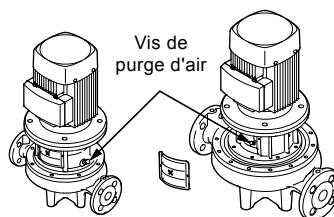

Fig. 15 Position de la vis de purge d'air
1. Fermer le robinet d'arrêt côté refoulement et desserrer la vis de purge d'air sur la lanterne-moteur. Voir la figure 15.
2. Desserrer la vis de purge d'air. Voir la figure 15.
- 3. Purger la pompe lors du démarrage en desserrant la vis de purge d'air sur la lanterne-moteur, jusqu'à ce qu'un petit filet d'eau s'écoule de l'orifice de purge. Voir la figure 15.